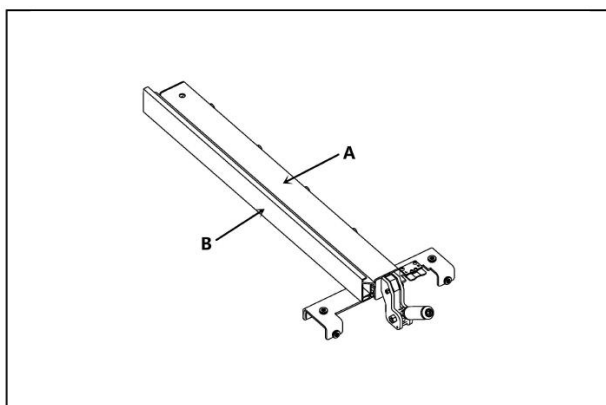

Рисунок 2
**Содержимое коробки параллельного упора (Рис. 2):**